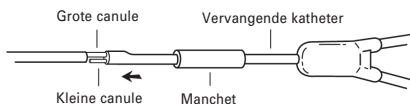

Fig. 3
3. Het vervangende katheteruiteinde bevat voorgeladen kleine (het korte uiteinde) en grote (het lange uiteinde) metalen canules. Schuif de grote metalen canule een klein eindje in het grote lumen van de katheter (fig. 3).